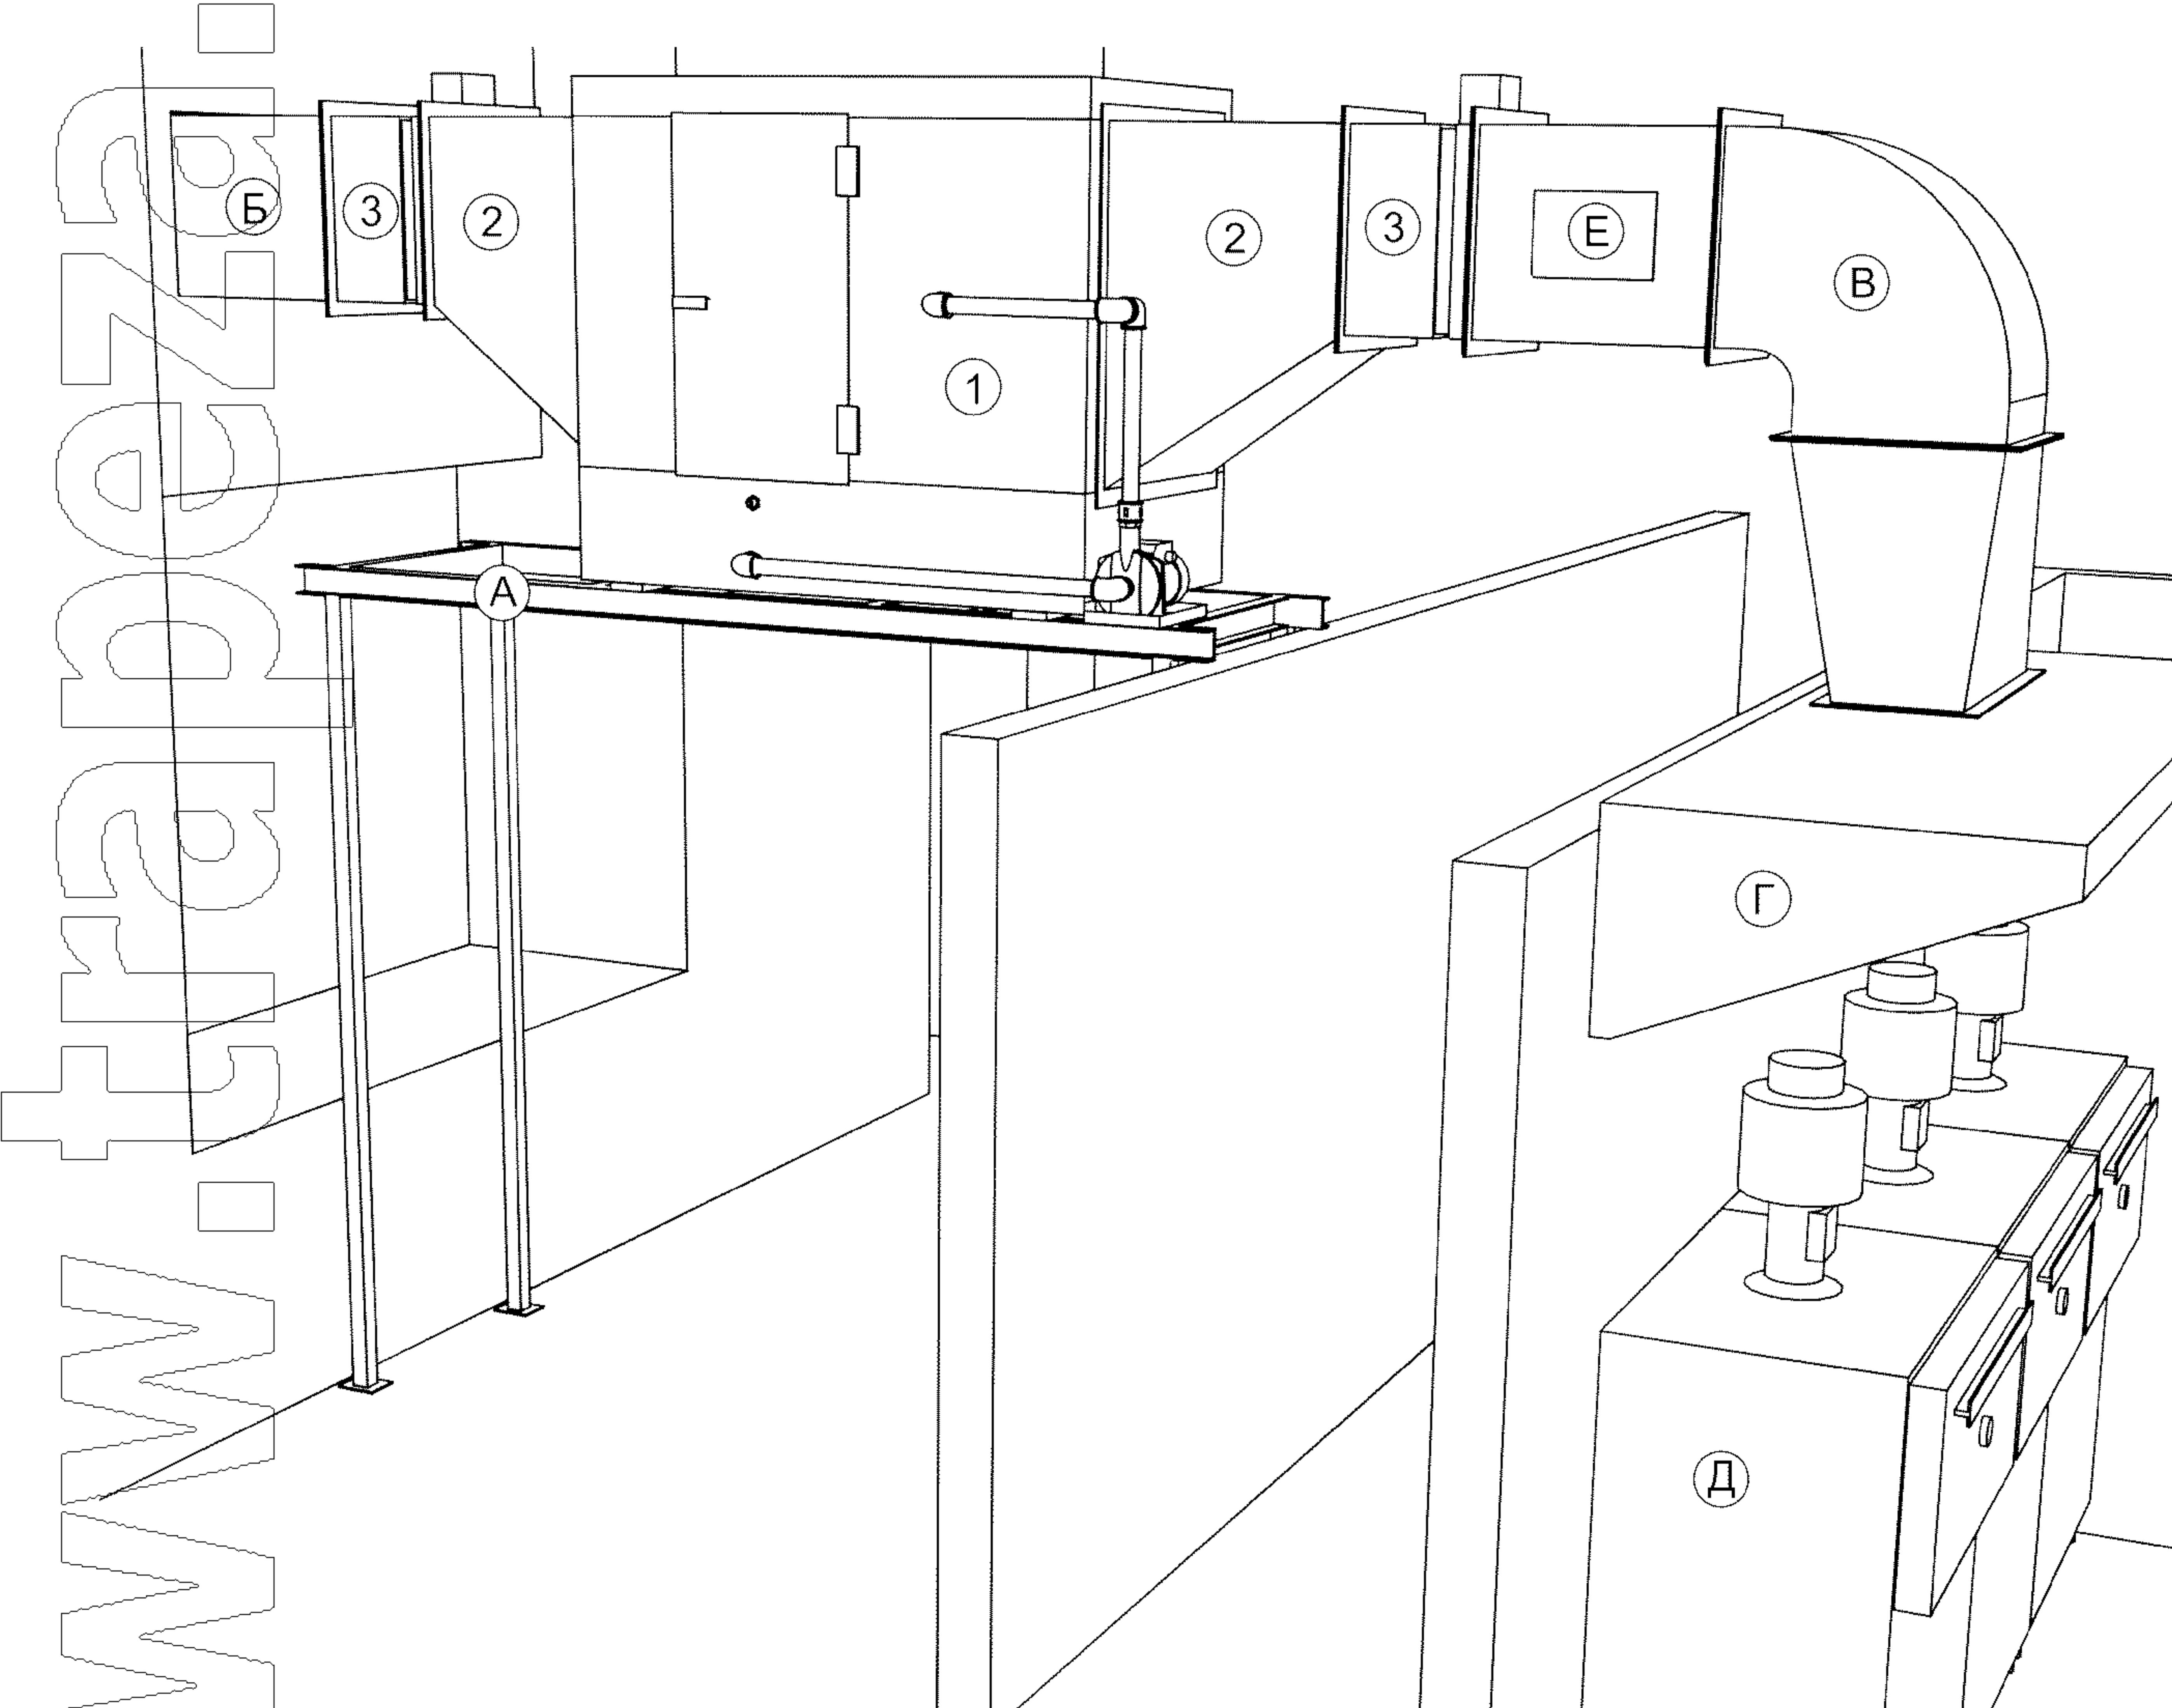

Рис. 2. Монтаж гидрофильтра
3. Установите камеру гидрофильтра (поз. 1, рис. 2) на специально подготовленные опоры (поз. А, рис. 2).
4. Соберите гидрофильтр, установив переходники (поз. 2, рис. 2) и противопожарные клапаны\* (поз. 3, рис. 2). Переходники крепятся к корпусу гидрофильтра и к противопожарным клапанам при помощи болтовых соединений.
5. Подсоединение гидрофильтра к системе вентиляции. Противопожарные клапаны крепятся к воздуховодам (поз. Б, В, рис. 2) при помощи болтовых соединений.